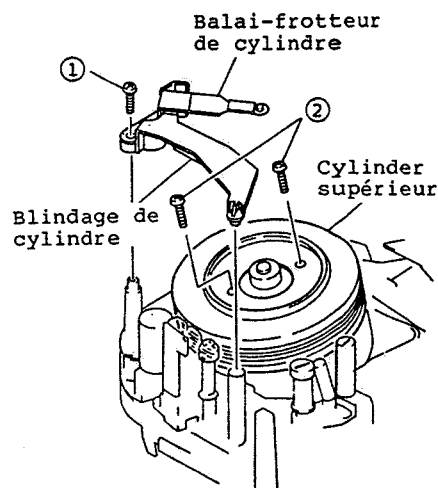
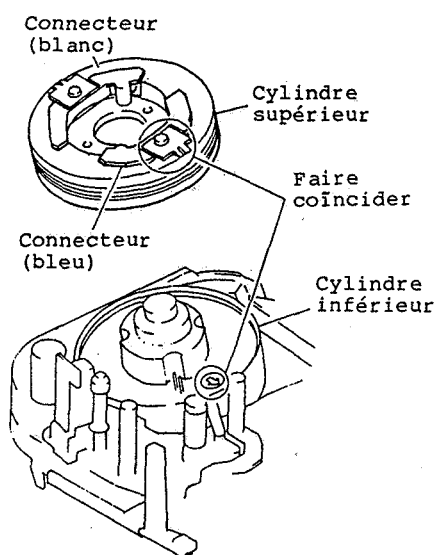

Fig. 2-55
Fig. 2-56
1. Déposer une (1) vis de fixation immobilisant le balai de cylindre et le blindage de cylindre. (Se reporter à la figure 2-55)
2. Retirer les deux (2) vis de fixation immobilisant le cylindre supérieur et séparer le cylindre supérieur du cylindre inférieur.
Remarque: Prendre soin de ne pas toucher la surface des têtes vidéo avec les doigts ou avec des outils au cours des opérations de démontage. Après avoir effectué le remontage, faire coïncider les têtes vidéo reliées au connecteur (BLEU) du cylindre supérieur avec la flèche de repérage du cylindre inférieur. (Se reporter à la figure 2-56) Reposer le cylindre supérieur en effectuant les opérations de démontage dans l'ordre inverse. Bloquer alternativement les deux (2) vis de fixation immobilisant le cylindre supérieur.